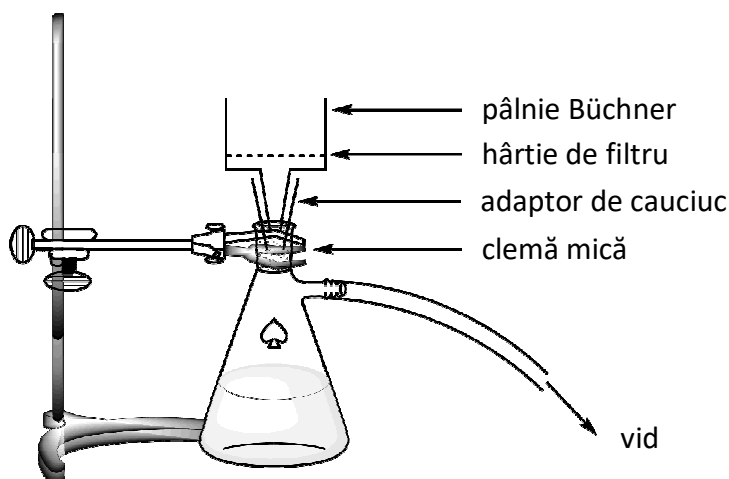

Figura 2. Instalația de filtrare la vid
7. **Realizează** o instalație de filtrare la vid (a se vedea Figura 2) folosind o pâlnie Büchner, o hârtie de filtru și un vas de trompă, care este fixat de stativ cu o clemă mică. **Ridică** cartonul HELP. Supraveghetorul îți va arăta cum să faci conexiunea cu sursa de vid.